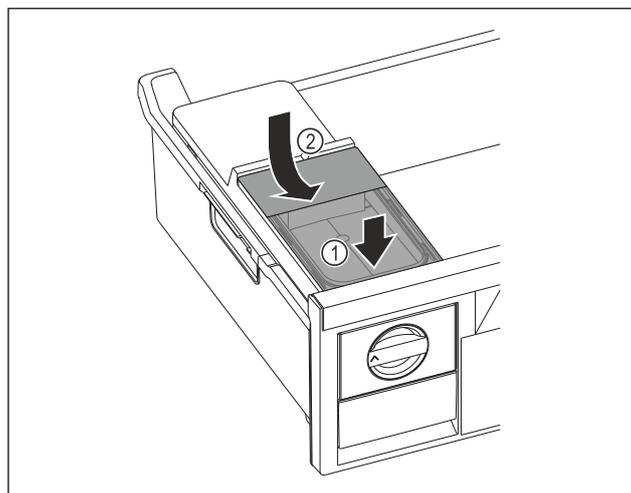

Fig. 86
- ▶ 放置水箱前部。 Fig. 86 (1)
- ▶ 放下水箱后部。 Fig. 86 (2)